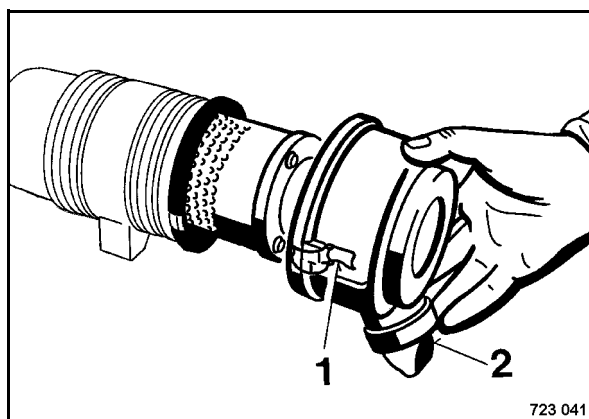

Fig. 50
- Abrir ambos estribos tensores (1) (Fig. 50).
- Limpiar la tapa de la carcasa y la válvula expulsora de polvo (2).